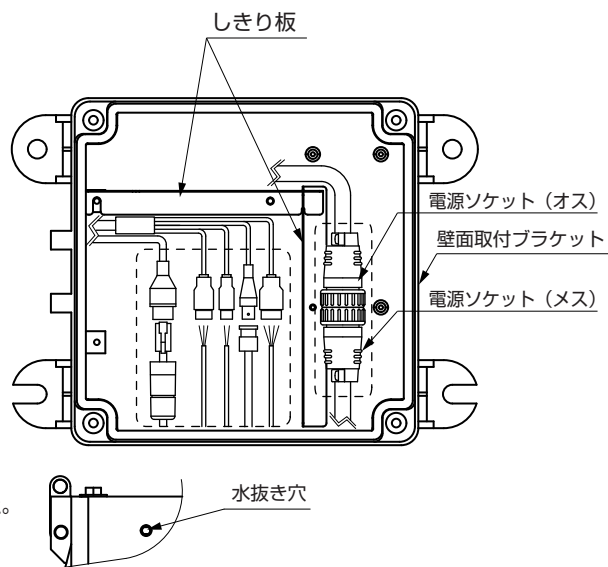

図3 ケーブル結線図
4. 壁面取付ブラケットのボックス内は、防水対応ではありません。ケーブル接続部（図3破線部）は、防水テープにて確実に防水処理を施すこと。また、使用しないケーブルも必ず防水処理を施すこと。